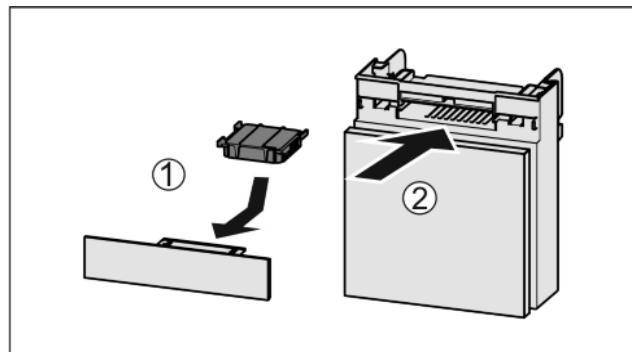

Fig. 34
- Поставете Fig. 34 (1) филтъра с активен въглен, както е показано на фигурата.
- Вкарайте Fig. 34 (2) отделението.